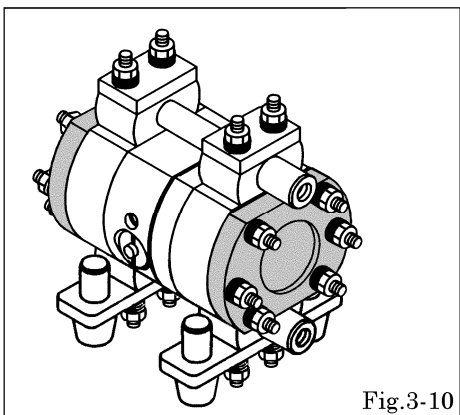

Fig.3-10
- ・ 全てのタイロッド横を交換したら、反対側の補助板を取外し、ラバーサスを刻印側がアウトチャンバー側になるように取付ける。[Fig.3-10]
- ・ ナットからの雄ネジの出具合が均等になるように注意しながら、規定トルクで締付ける。[Fig.3-10]